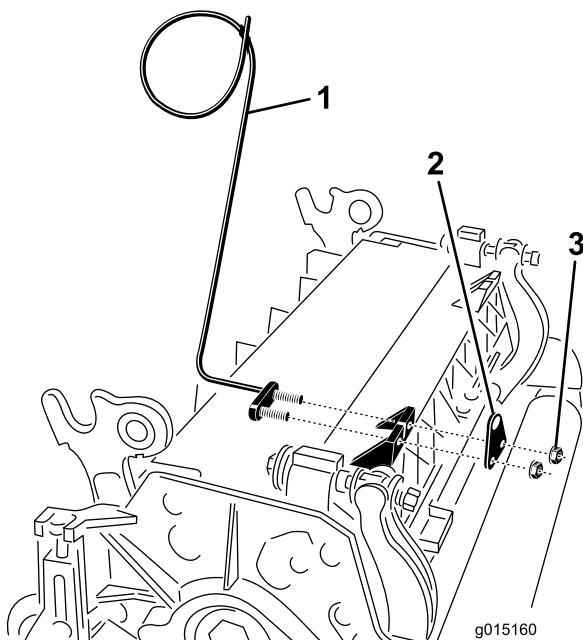
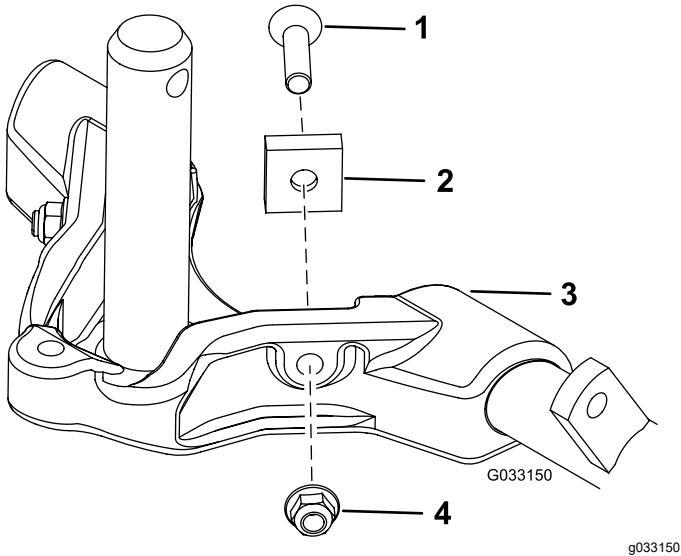

**Bild 12**
**Bild 14**
**Wichtig:** Montieren Sie an den Schneideeinheiten Nr. 4 (vorne links) und Nr. 5 (vorne rechts) die Schlauchführungen mit den Befestigungsmuttern der Stangenhalterung vorne an den Schneideeinheitnasen. Die Schlauchführungen sollten sich zur mittleren Schneideeinheit neigen (**Bild 12** bis **Bild 14**).
7. Verbessern Sie die Lenkung an den Heckschneideeinheiten, indem Sie die zwei Gelenkdistanzstücke, Sechskantschrauben und Bundmuttern (Bild 15) von den Trägerrahmen der Heckschneideeinheiten (Schneideeinheiten Nr. 2 und Nr. 3) entfernen, siehe Bild 12.